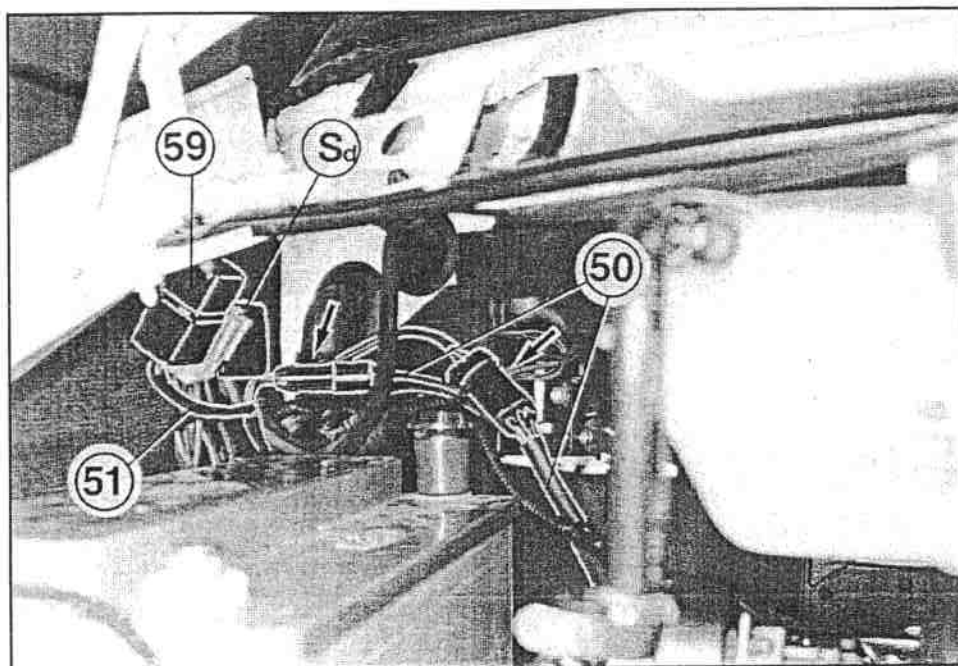

FIG. 60
a) Gruppo relais (59); **b-c)** Connettori Packard a tre vie e ad una via (collegamento all'impianto elettrico interno «50»); **d)** Connettore Packard a quattro vie (collegamento al pressostato); **e)** Connettore Packard a una via (collegamento al compressore); **f)** Giunzioni Raychem pos. 53 di fig. 2 (collegamento ai cavi originali del bulbo termostatico del radiatore - vedi fig. 60).
a) Groupe relais (59); **b-c)** Connecteur Packard à trois voies et à une voie (raccordement à l'installation électrique intérieure «50»); **d)** Connecteur Packard à quatre voies (raccordement au pressostat); **e)** Connecteur Packard à une voie (raccordement au compresseur); **f)** Connexions Raychem pos. 53 de la fig. 2 (raccordement aux câbles originaux du bulbe thermostatique du radiateur - voir fig. 60).
a) Relay assembly (59); **b-c)** 3-pin Packard connectors and 1-pin connector (hook up to the supplied internal electrical system «50»); **d)** 4-pin Packard connectors (hook up to the pressure switch); **e)** 1-pin Packard connectors (hook up to the compressor); **f)** Raychem connector (pos. 53 in Fig. 2) (hook up to the original wires of the radiator heat shield - see Fig. 60).
a) Relaisereinheit (59); **b-c)** Packard 3-weg Steckverbinder und Packard 1-weg Steckverbinder (Verbindung an elektrische Anlage innen «50»); **d)** Packard 4-weg Steckverbinder (Verbindung an Druckwächter); **e)** Packard 1-weg Steckverbinder (Verbindung an Kompressor); **f)** Raychem Verbindungen Pos. 53 der Abb. 2 (Verbindung an Original-Kabel des Thermostatschalters des Kühlers-siehe Abb. 60).
a) Grupo relé (59); **b-c)** Conectores Packard a tres vías y a una vía (conexión a la instalación eléctrica interna «50»); **d)** Conector Packard a cuatro vías(conexión al presostato); **e)** Conector Packard a una vía (conexión al compresor); **f)** Junta Raychem pos. 53 de fig. 2 (conexión a los cables originales del bulbo termostático del radiador - ver fig. 60).